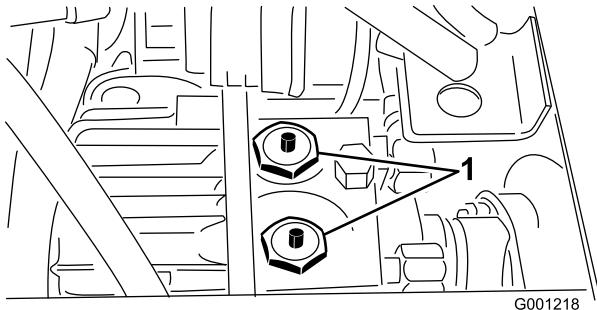

図 32
- トランスミッション上部にある2つのチェックバルブ・アセンブリ（図 32）の中心にあるピンを押しながら牽引する。図 32 は運転席をプレートごと外した状態の写真である。